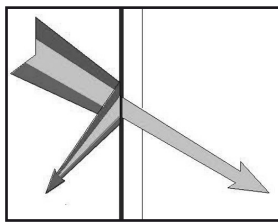

Fig 3.4: Vidrio reflectivo #1.
- Reflectivos solares (figs. 3.4 y 3.5): impiden el ingreso de calor radiante del sol (reflejan las radiaciones de longitud de onda corta - ver capítulo 4). Pueden estar fabricados con vidrio float color o incoloro. La ubicación del revestimiento puede ser en cara # 1 o # 2.